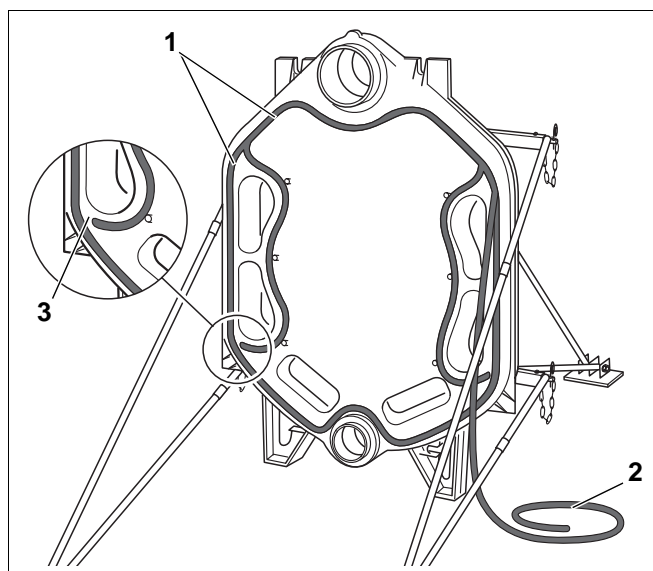
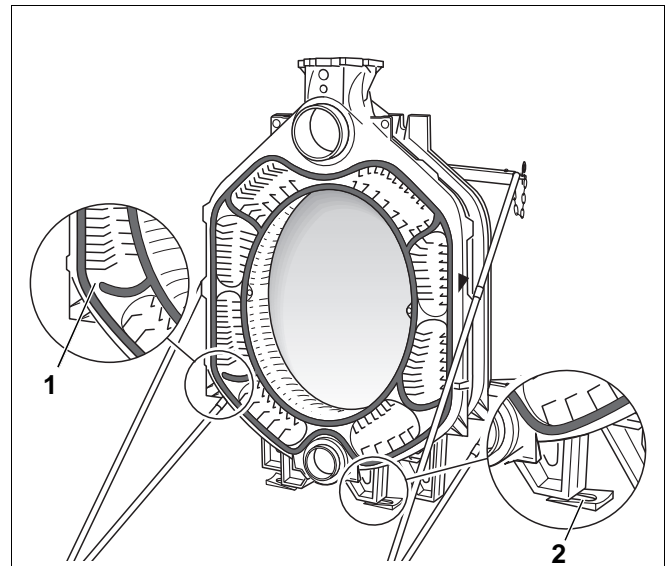

Рис. 11
Рис. 16
- Вставить эластичный уплотнительный шнур (рис. 11, **поз. 2**) в уплотнительные пазы с передней стороны задней секции, начиная с верхнего участка, и слегка прижать (рис. 11, **поз. 1**). Концы уплотнительного шнура в стыках уложить внахлест на 2 см и хорошо прижать друг к другу.
В местах стыка эластичного уплотнительного шнура справа и слева (рис. 11, **поз. 3**) оставлять разрыв.
На рис. 16 изображена средняя секция со штуцером подающей линии. Для монтажа следующей средней секции вставить ниппель в соответствующую ступицу. В паз уже вложен уплотнительный шнур. Как уже было изображено для задней секции (рис. 11), здесь эластичный уплотнительный шнур уложен с разрывом (рис. 16, поз. 1). Для упрощения монтажа секция котла выравнивается с помощью подкладных клиньев (рис. 16, поз. 2). Эти клинья пригодятся позже для окончательного выравнивания готового блока котла.